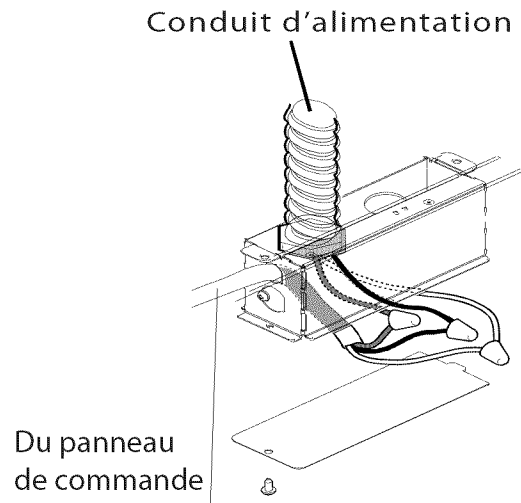

Figure 7
2. Retirer le couvercle du boîtier J tel qu'indiqué par la figure 7.